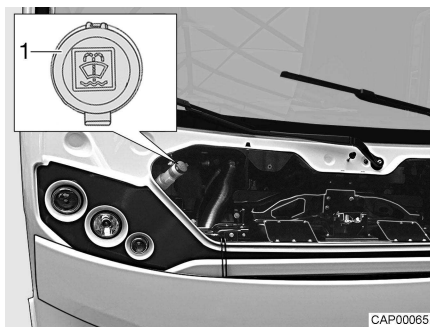

Bild 7 Påfyllningsöppning (spolarvätska)
- Öppna locket (Bild 7,1) på spolarvätskebehållarens påfyllningsöppning.